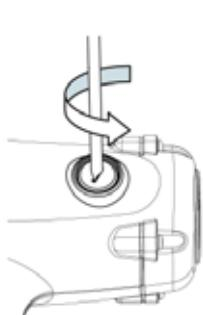

Fig. 3
- Løsn kulstofbørstens panel ved at dreje mod uret ved hjælp af enbit med lige kærv (Fig. 3).